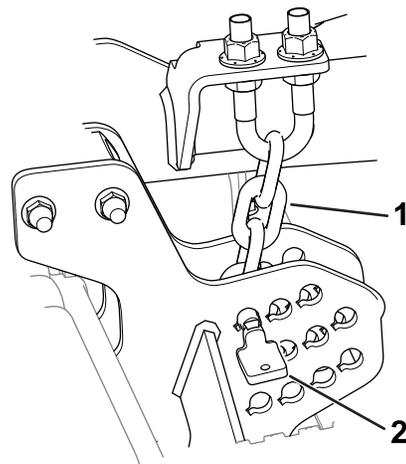

Figure 10
1. Retirez les goupilles qui fixent les chaînes de hauteur de coupe à l'arrière de l'unité de coupe (Figure 10).
Insérez la goupille dans le maillon le plus bas de la chaîne de hauteur de coupe. La chaîne (Figure 10) ne doit pas être vrillée.